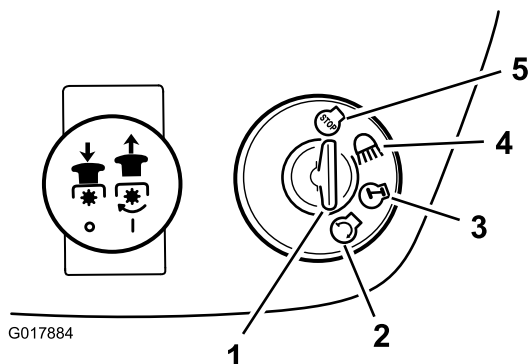

Figura 10
6. Girate la chiave di accensione in senso orario e tenetela in posizione Start (Figura 10).
- Girate la chiave di accensione in posizione Off (Figura 10).